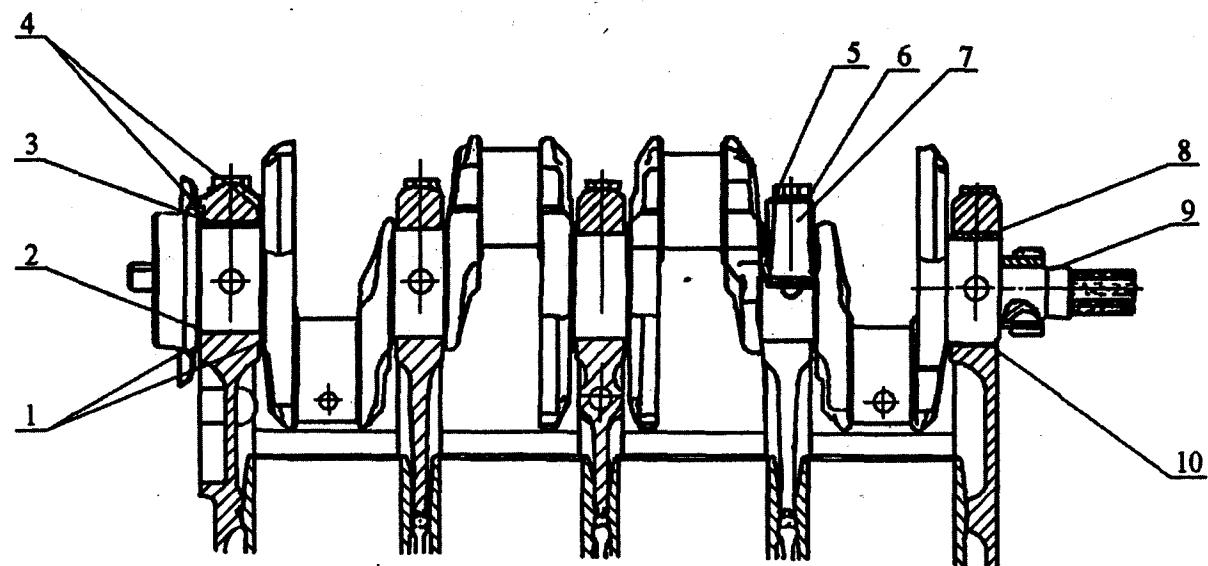

Рис. 12. Укладка коленчатого вала в блок
1. Вывернуть болты крепления крышек коренных подшипников 5 (рис. 12). Снять крышки коренных подшипников 7. Гнезда подшипников и вкладыши протереть салфеткой и продуть сжатым воздухом. Уложить в постели блока вкладыши коренных подшипников 10, в пятый коренной подшипник 2 установить упорные полукульца 1. Установить в крышки коренных подшипников вкладыши коренных подшипников 8, в крышку пятого коренного подшипника 3 установить полукульца упорные 4.